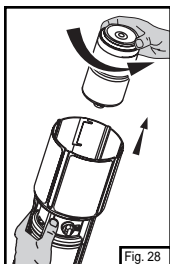

Fig. 28
- ⇒ Quitar el cilindro de propano de la lámpara. (Fig. 28)